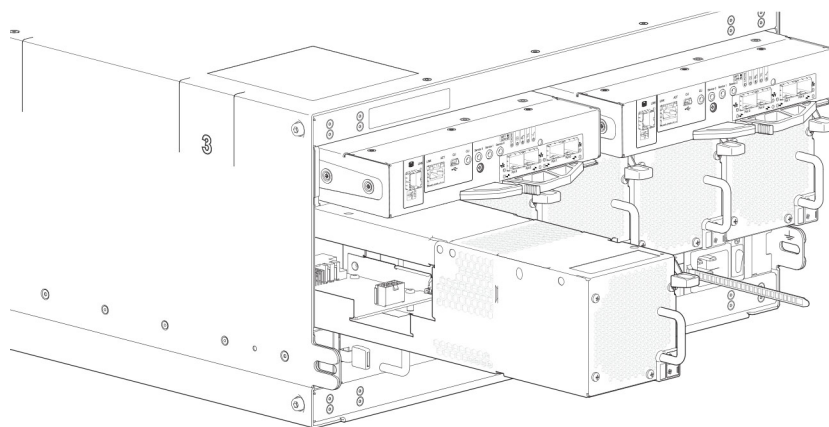

Figure 68. Retrait d'un FCM (2 sur 2)
- 2 Orientez le module FCM pour insertion dans le logement cible sur le panneau arrière du boîtier, tel qu'illustré dans Figure 68. Retrait d'un FCM \(2 sur 2\).